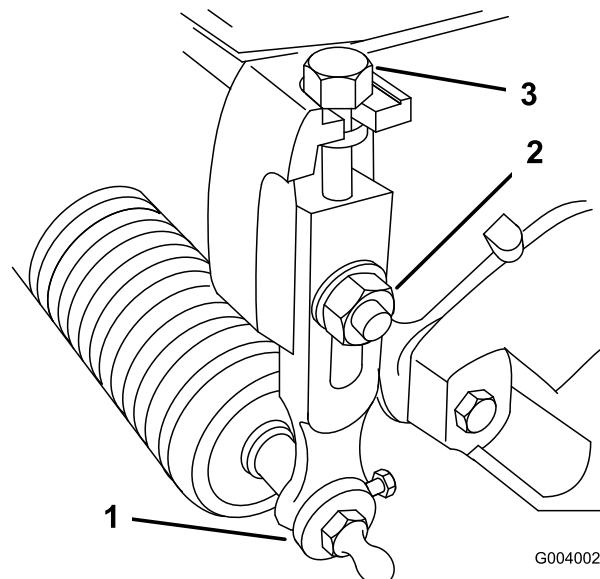

Figura 53
1. Allentate i dadi di bloccaggio che fissano i bracci dell'altezza di taglio alle piastre laterali dell'apparato di taglio (Figura 53).